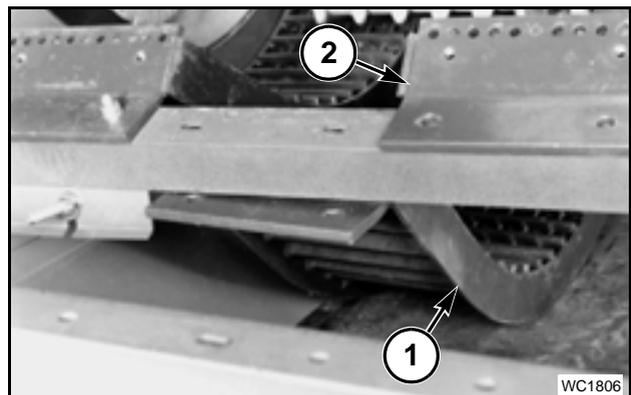

FIG. 170
FIG. 170: apoyar la segunda sección (1) del cóncavo sobre la placa de madera y deslizarla hacia atrás por debajo de la tercera sección del mismo. Deslizar la tercera sección (2) del cóncavo hacia delante hasta la segunda posición y remueva la tercera sección siguiendo el mismo procedimiento usado para remover la segunda sección del cóncavo.